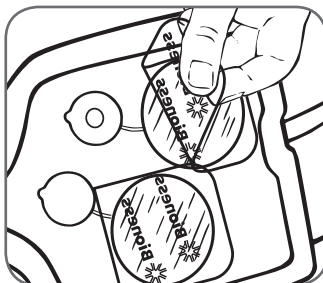

Abbildung 6-12: Abziehen der Schutzfolien von der L300-Hydrogel-Elektroden
7. Ziehen Sie die Schutzfolien von den L300-Hydrogel-Elektroden ab (siehe Abbildung 6-12).